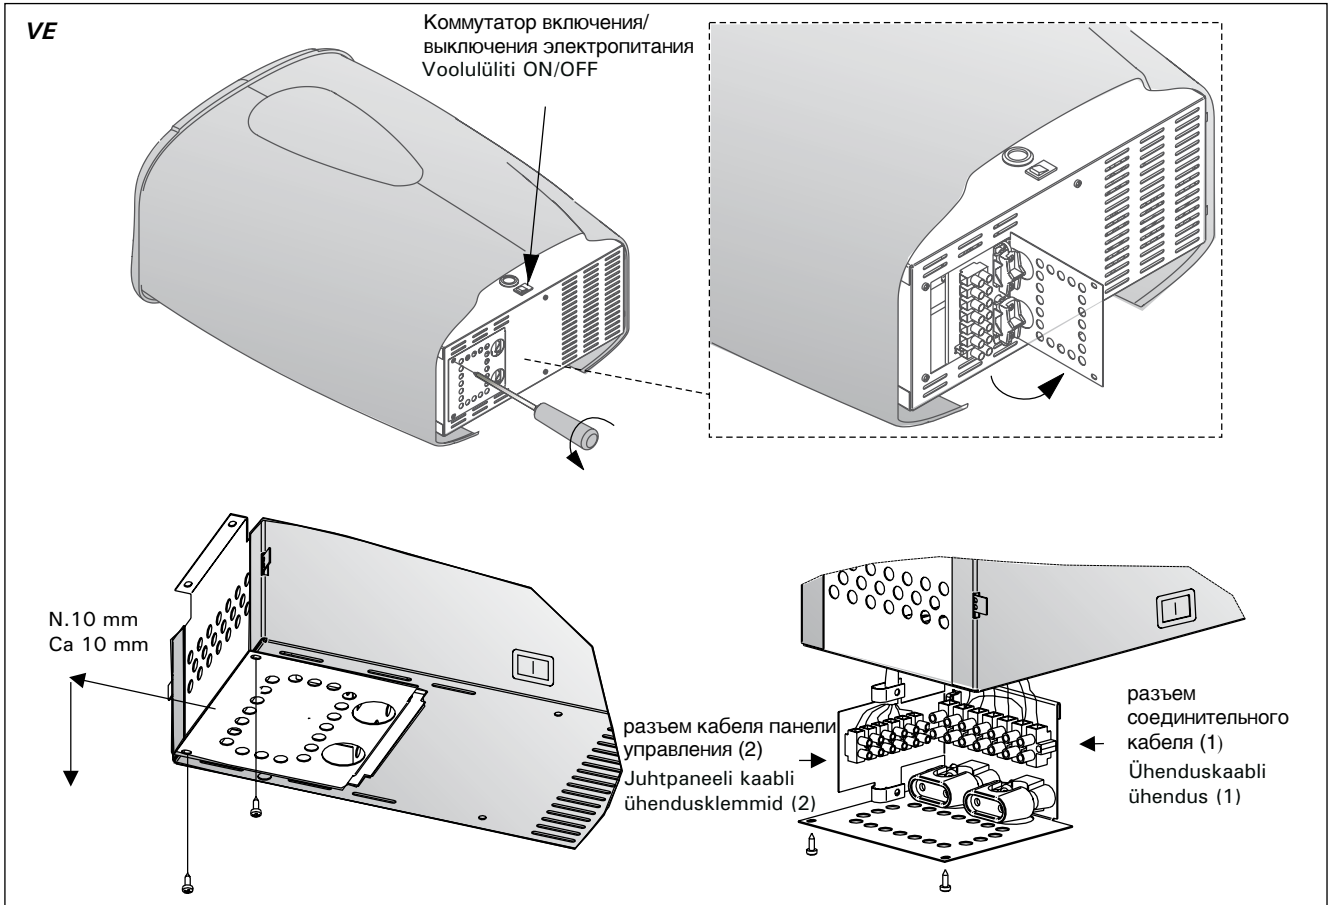

Рисунок 5. Подключение соединительного кабеля
Проще всего подключать кабель к каменке, пока она не установлена. См.рис. 5. Датчик термостата для каменок VE временно помещен под защитную крышку блока коммутации. Его необходимо извлечь оттуда и установить на стену сауны, как показано на рис. 4. На рис. 5 показано, как подключить кабель панели управления к каменке VE. Провода кабеля панели управления следует подключить к разъему кабеля панели управления с соблюдением цветовой маркировки.
При монтаже кабеля следует тщательно соблюдать порядок подключения проводов к колодке разъема каменки (2). См. рис. 5.
4. Свободный конец соединительного кабеля подключается к разъему панели управления (2). См. рис. 5. При подключении проводов кабеля очень важно соблюдать цветовую маркировку, как описано в разделе 3.1.1. «Подключение соединительного кабеля к каменке».